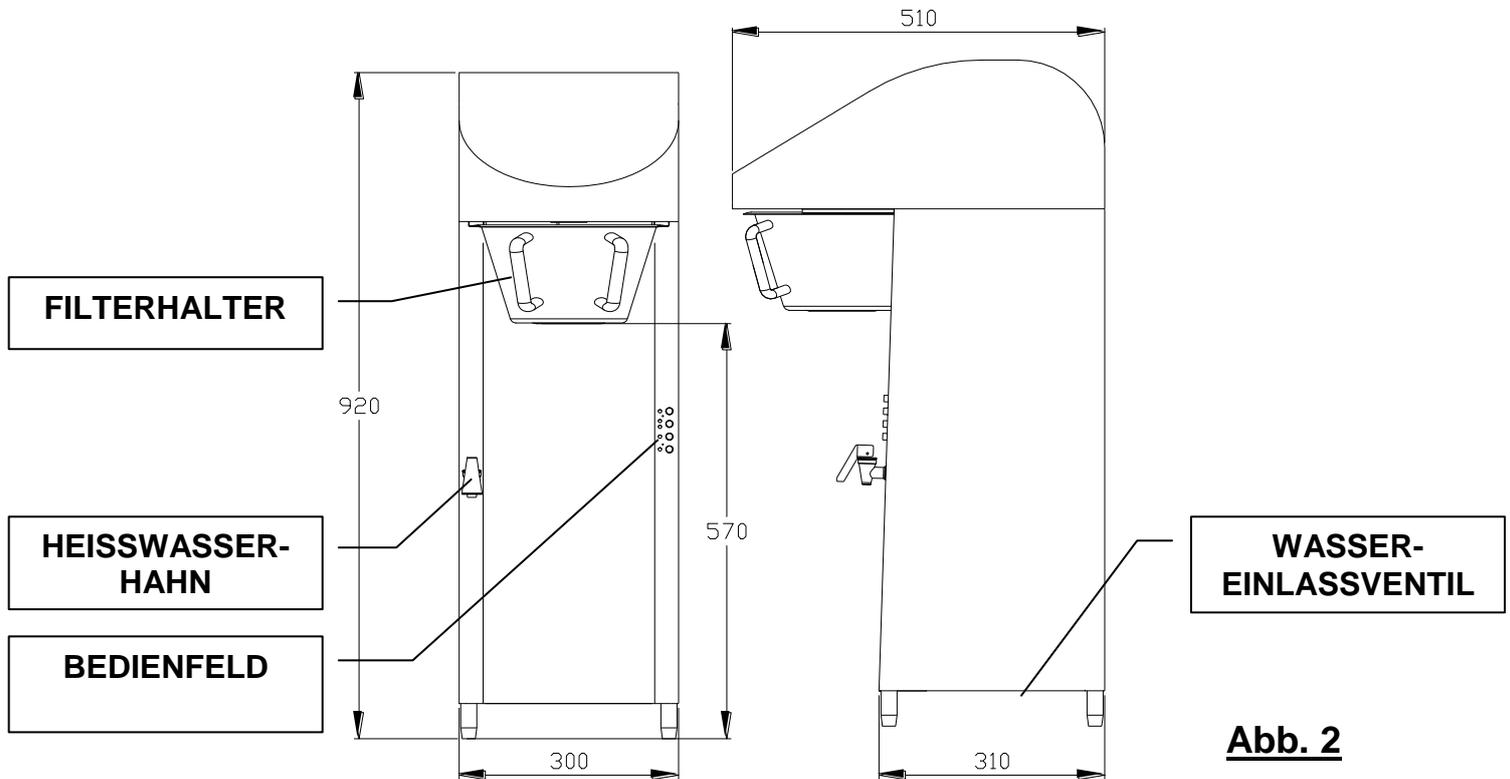

Abb. 2
- Die Heißwasserausgabe vom Hahn (s. Abb. 2) ist während der Aufbrühzeit begrenzt.